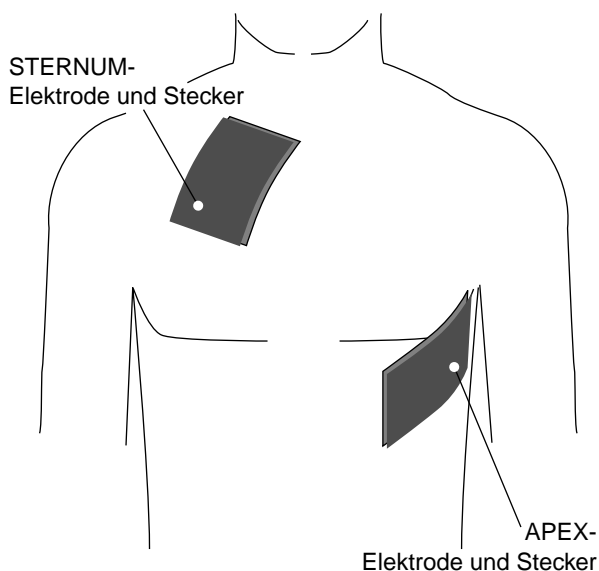

Bild 4-7. Anlegen der Defibrillations-Klebelektroden (anterior - anterior)
- Rasieren Sie bei behaarter Brust die Abnahmestellen, um die Leitfähigkeit zu erhöhen und später das Abziehen zu erleichtern (STERNUM: rechter Sternalrand in Höhe des 2. Intercostalraumes, APEX: linke Axillarlinie in Höhe des 5. Intercostalraumes) (Bild 4-7) .
- Drücken Sie die Elektrode sorgfältig auf der Haut an, achten Sie auf die Steckerbeschriftung „APEX“ und „STERNUM“ (Bild 4-7).